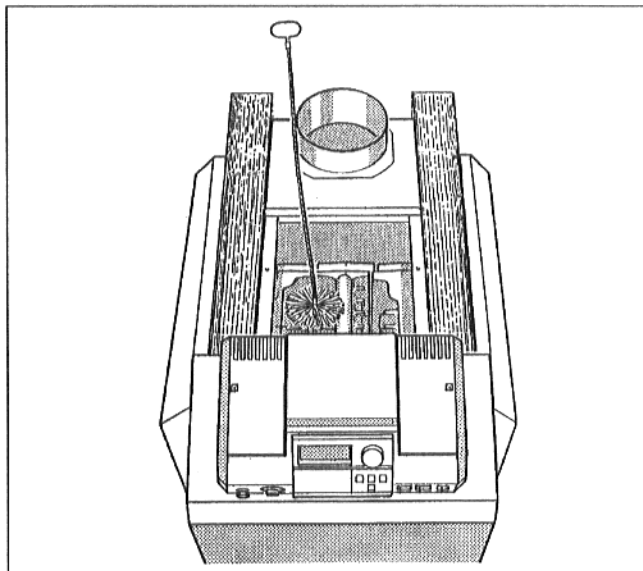

Fig. 42 Brossage
- Brosser l'intérieur des conduites de gaz (Fig. 42).